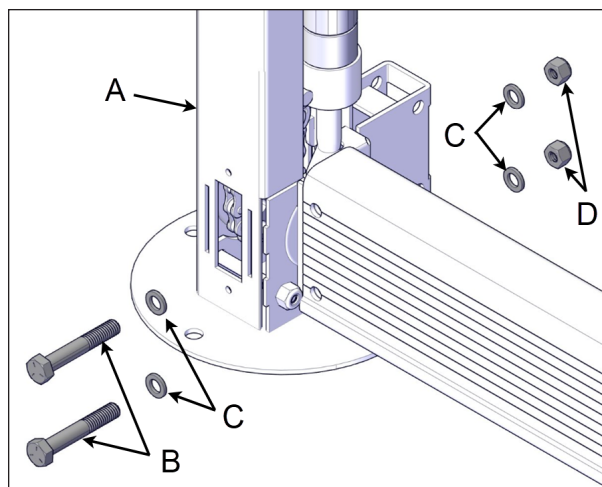

FIGURE 38: INSTALLATION DU PROFILÉ EN U LONG
10. Installer le profilé en U long en aluminium sur l'arbre d'entraînement gauche et bien l'aligner avec les vérins côté moteur et côté sans moteur. En utilisant une clé à rochet et une douille de 13 mm (1/2 po), fixer le profilé en place avec, par extrémité, 2 vis de 5/16-18 x 2 po, 2 écrous avec insertion en nylon de 5/16-18 et 4 rondelles plates de 5/16 po (2 par côté), voir Figure 38.
L'arbre d'entraînement pourrait se déconnecter à cette étape et il est plus facile de le reconnecter si les vis ne sont pas complètement serrées, voir Figure 38.